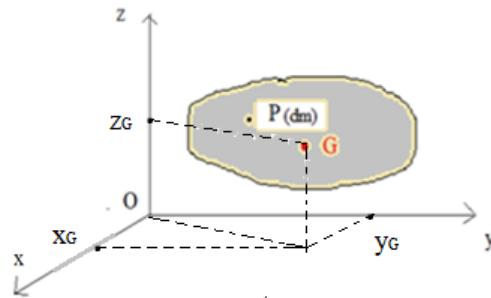

Figure III.8
Soit un système continu (S) de N points matériels. On affecte une masse élémentaire (dm) pour le point M , (Figure III.8) ou :